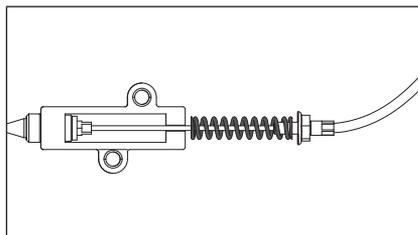

Figure 92
- Retirez l'ensemble du ressort. (Fig. 92)